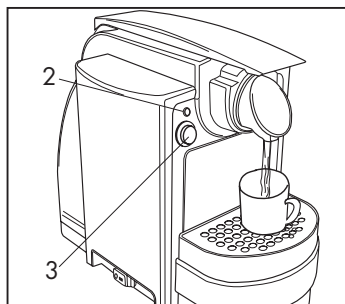

Abb. 7
Um einen richtige Espresso zuzubereiten, das Gitter (5) auf die maximale Höhe positionieren (Abb. 7).
- Wenn die Leuchte (2) aufleuchtet, ist das Gerät betriebsbereit.
Drücken Sie nun die Taste (3). Aus dem Gerät läuft das Wasser solange bis die Taste (3) nach Erreichen der gewünschten Wassermenge wieder gedrückt wird. (Abb. 7)